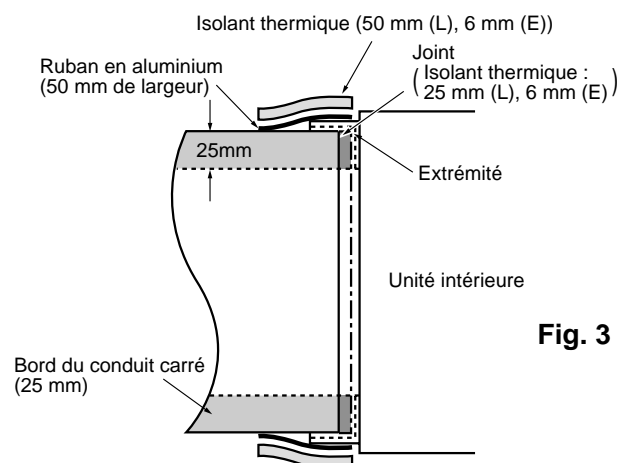

Fig. 3
3. Raccordez la bride et chaque type de conduit. (Fig. 3)